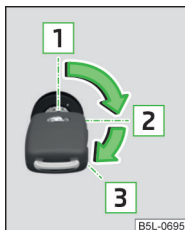

Fig. 87
Pozițiile cheii autovehiculului în butucul de contact » fig. 87
- > Rotiți cheia în poziția  » fig. 87 la pagina 72, are loc procesul de pornire. Eliberați apoi cheia, motorul va porni automat.
- > Rotiți cheia în poziția  » fig. 87 la pagina 72.